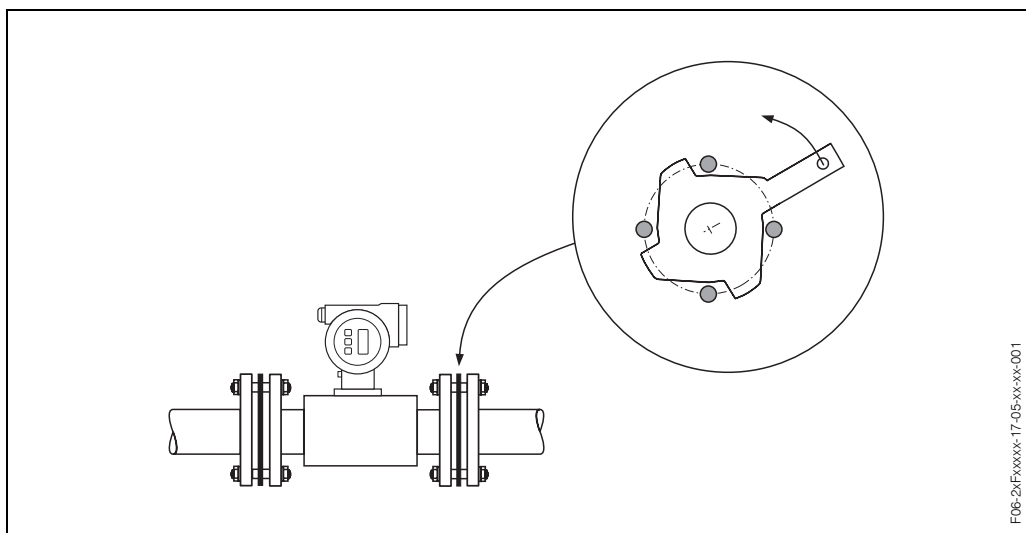

Fig. 14 : Montage de disques de masse (Promag P, DN 25...200)
1. Placer le disque de masse et les joints supplémentaires entre les brides de l'appareil et ceux de la conduite (v. Fig. 14).
3. Tourner ensuite le disque de masse comme décrit à la Fig. 14, jusqu'à ce que la poignée bute contre les vis. Ceci permet de centrer correctement le disque de masse.